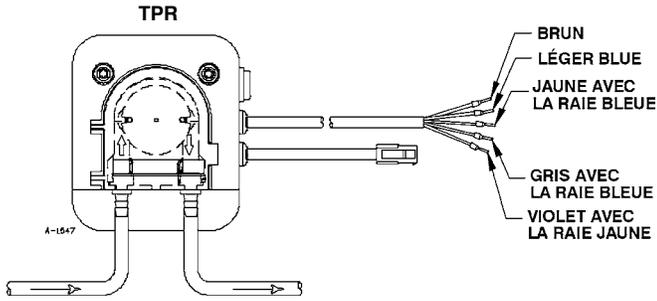

FIGURE 4
**Séries TPR** (contrôle du réservoir) - Connecter le fil brun à la phase principale (ligne) et le fil bleu à la phase neutre (commun) (Voir la figure 4). S'assurer que l'alimentation est coupée lors de la connexion du réservoir à la pompe. Connecter le câble du réservoir à la
**C et NC** - Lorsque l'eau monte, le circuit s'ouvre pour arrêter le compresseur et éviter un débordement en connectant le fil gris à rayures bleues et le fil jaune à rayures bleues. (Voir la figure 4)
**C et NO** - Lorsque l'eau monte, le circuit se ferme pour activer une cloche ou une alarme (non fournie) en connectant le fil gris à rayures bleues et le fil violet à rayures jaunes. (Voir la figure 4)